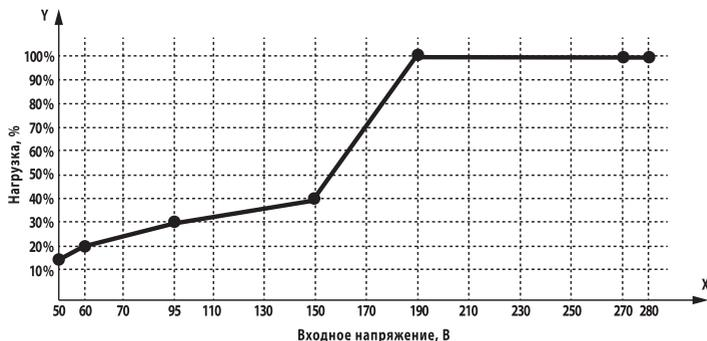

Рис. 1
*Расчет мощности произведен для работы стабилизатора при входном напряжении от 190 В. Если напряжение ниже 190 В, необходимо учитывать поправку согласно рис. 1.